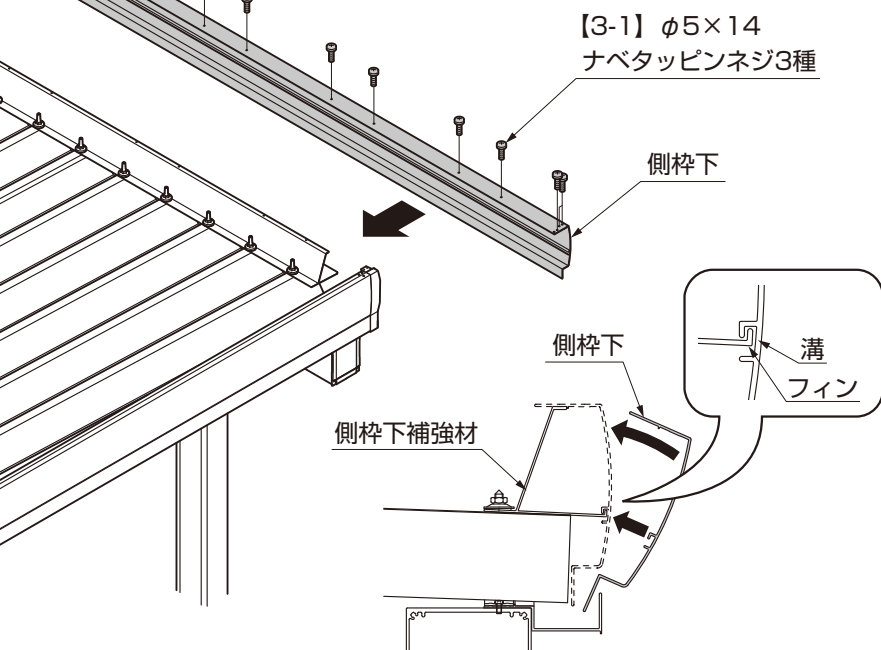

図9-5
- 側枠下を側枠下補強材に取付ける場合は斜めからはめ込み、補強材のフィンが側枠の溝にはまるように取付けてください。(図9-5参照)